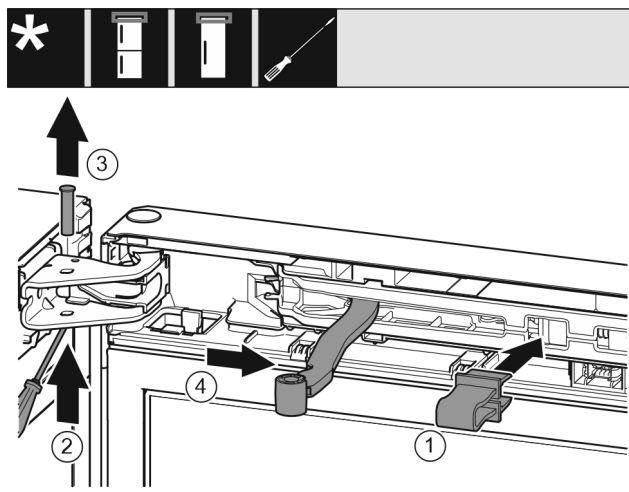

Fig. 11
- ▶ 将安全装置 Fig. 11 (1)卡入开口。
- ▶ 旋出螺栓 Fig. 11 (2)。
- ▶ 向上取出螺栓 Fig. 11 (3)。
- ▶ 将铰链 Fig. 11 (4)转向门的方向。